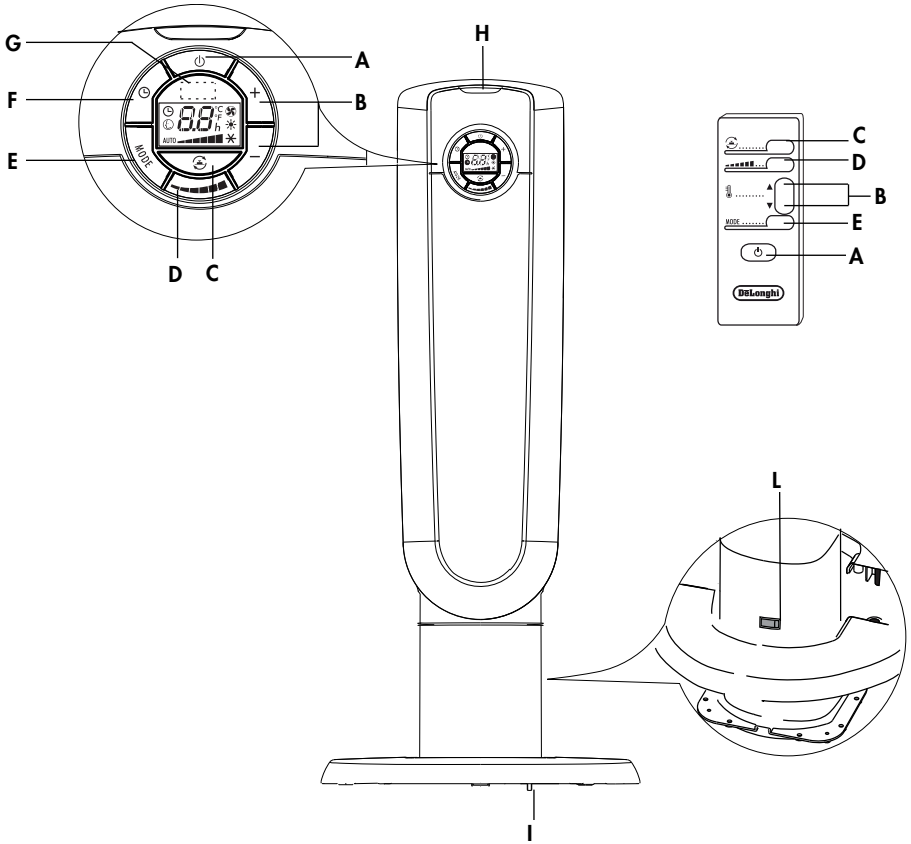

Fig. 3
3. Faites passer le cordon d'alimentation par l'ouverture prévue sur la base (voir figure 3).